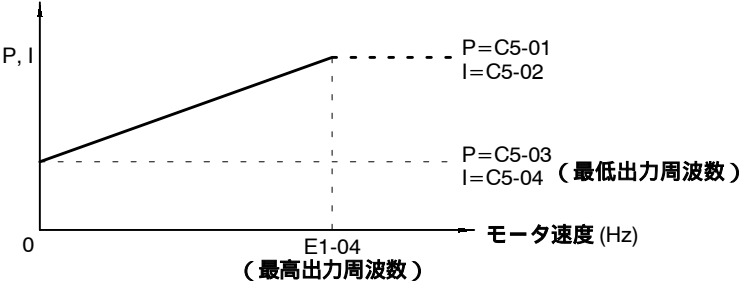

図6.22 最低出力周波数でのゲイン設定
- 比例ゲイン（P）及び積分時間（I）は、図6.22 のようにモータ速度によって直線近似されます。